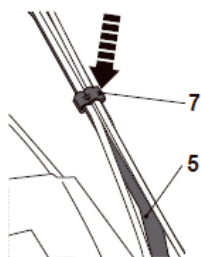

Fig. 6
8. Fixer les câbles (4) sur la poignée inférieure (9) avec le serre-câble (7) (Fig. 6).